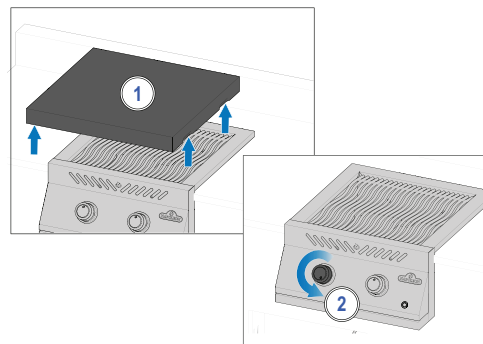

Fig. 2
4. Se il bruciatore non si accende, ruotare la manopola di comando del bruciatore in senso orario in posizione OFF. Attendere 5 minuti. Ripetere i passaggi 2 e 3. **(Fig. 2).**